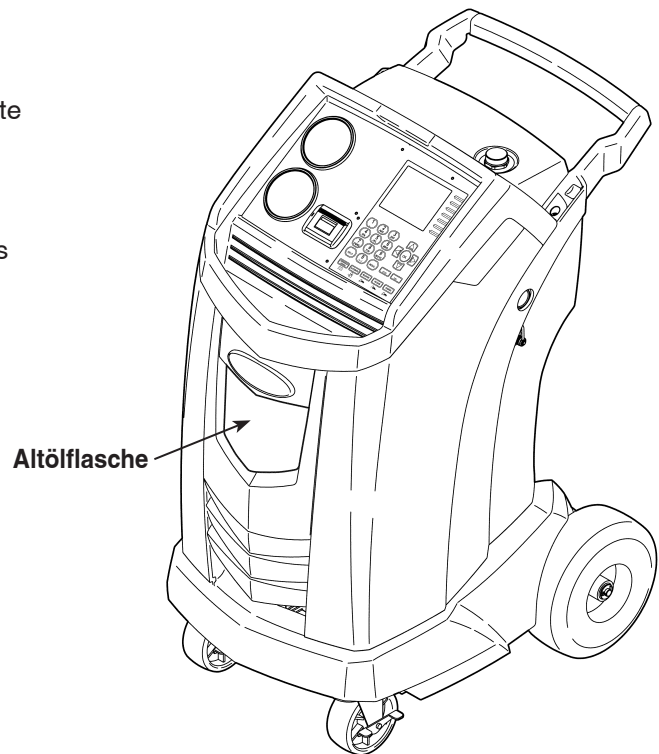

Abbildung 2
1. Die Altölflasche gerade halten und den Anschlussstutzen in die Öffnung einführen, bis er einrastet. Siehe Abbildung 2.